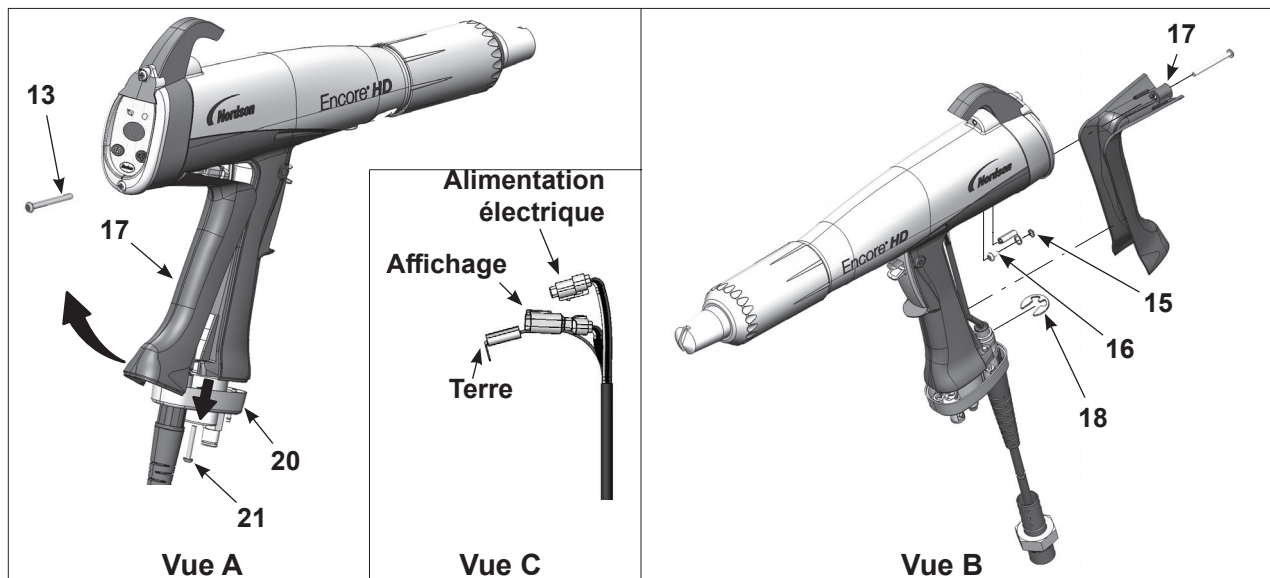

Figure 16 Remplacement du câble
2. Voir la Figure 16, vue A. Retirer les deux vis M3 x 20 (21) qui fixent la base de la poignée (20) à la poignée.
3. Retirer les deux vis M3 x 35 (13) du bas du module d'affichage.
4. Tirer sur la base pour l'éloigner de la poignée suffisamment pour libérer le bord inférieur de la pastille de terre (17) de la base.
6. Voir la Figure 16, vue B. Retirer la vis M3 x 8, la rondelle frein (16, 15) et la borne de terre de la pastille de terre.
7. Retirer la bague de retenue (18) du câble.
8. Voir la Figure 16, vue C. Tirer les connecteurs du câble hors de la poignée. Insérer un petit tournevis plat dans les fentes des connecteurs d'alimentation et d'affichage pour libérer l'attache et les débrancher.
1. Voir la Figure 16. Faire passer un câble neuf à travers la base de la poignée, puis poser la bague de retenue (18) sur le câble pour le maintenir en place.
3. Fixer la cosse du câble à la pastille de terre (17) avec la vis M3 x 6 et la rondelle frein (16, 15).
6. Pousser la base de la poignée (20) contre la poignée et la pastille de terre, puis serrer fermement les deux vis M3 x 20 (21) dans la base.
7. Remonter les deux vis M3 x 35 (13) en bas du module d'affichage.